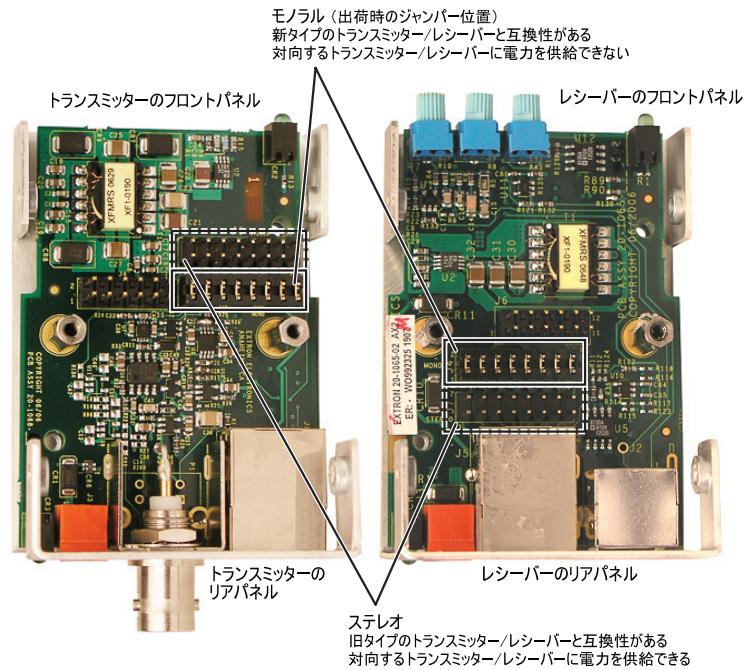

図 2-3 ビデオボードのジャンパー位置
5. ビデオボード上のジャンパーブロックの場所を確認します。図2-3を参照してください。ジャンパー設定を変更します。